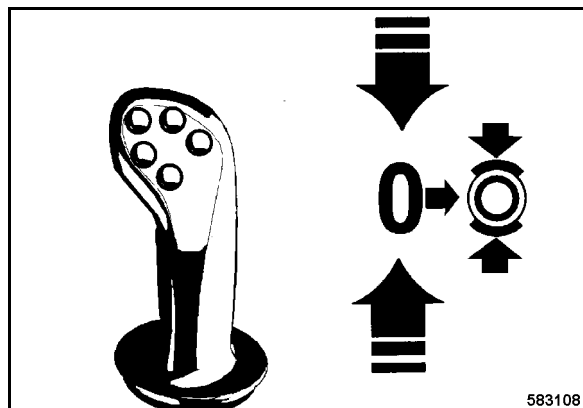

Fig. 87
- Encajar la palanca de marcha (Fig. 87) en posición de freno de estacionamiento.